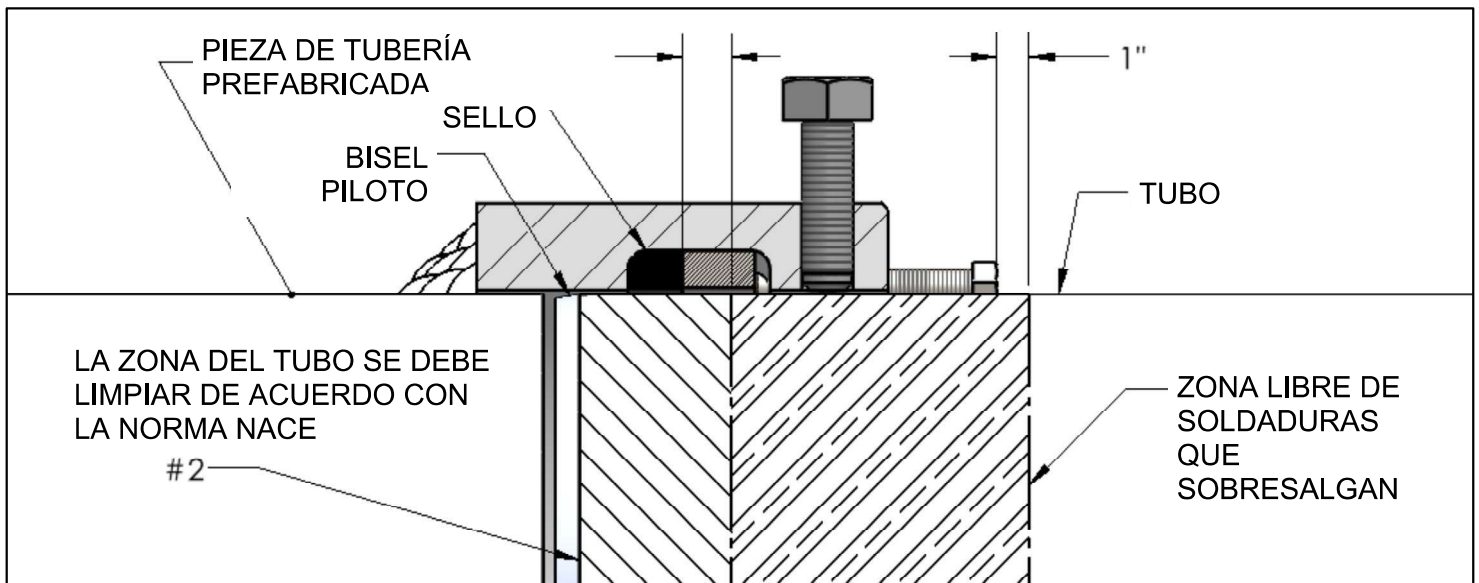

Figura 3
2. El extremo del tubo existente debe cortarse razonablemente a escuadra, eliminando cualquier borde afilado o rebaba. Se recomienda una conicidad o bisel piloto a fin de facilitar el montaje, como se muestra en la Figura 3. Esto mitigará el riesgo de daños a los sellos al deslizar el acoplamiento "Half Weld+End" sobre el extremo del tubo.
4. El área alrededor del lugar donde el sello entrará en contacto con el tubo debe tener una limpieza a fondo. Se prefiere un acabado casi blanco, como se indica en SSPC-SP10 / NACE No.2, en la zona del sello y alrededor de esta, como se muestra en la Figura 3. Cuanto más limpia esté la superficie del tubo, más positivo será el sellado. Las superficies arenadas deben pulirse hasta que queden lisas para eliminar las asperezas.